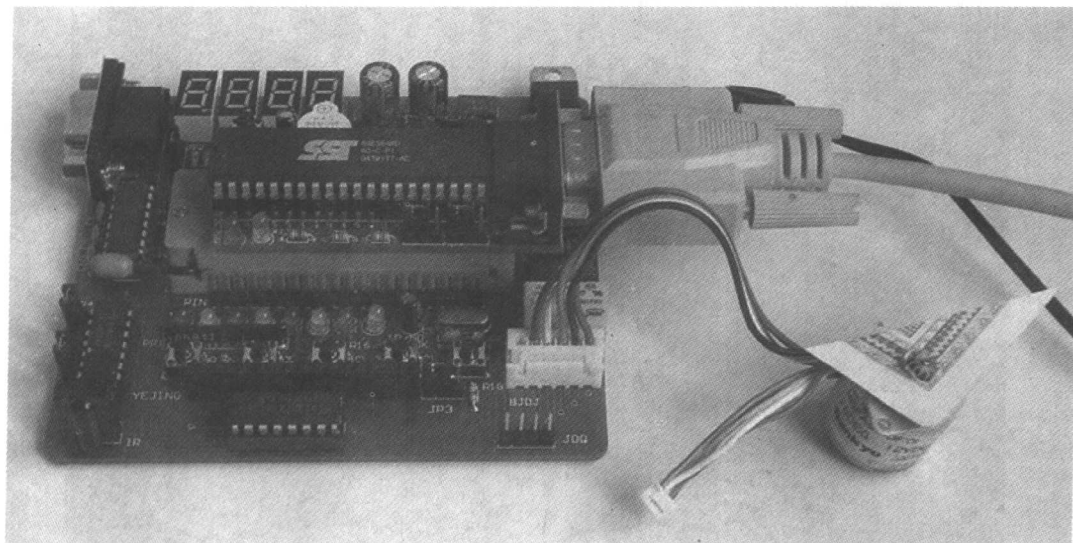

图 1-5 步进电动机控制实例
4) 应用实例之四：如图 1-5 所示，我们通过软件改变步进电动机各相电压，使其转动，并通过设置相应的延时值来达到调速的目的，步进电动机与传统玩具电动机有所不同，它是一种将电脉冲转化为角位移的执行机构。通俗一点讲：当步进驱动器接收到一个脉冲信号，它就驱动步进电动机按设定的方向转动一个固定的角度。你可以通过控制脉冲个数来控制角位移量，从而达到准确定位的目的；同时你可以通过控制脉冲频率来控制电动机转动的速度和加速度，从而达到调速的目的。步进电动机技术的应用也非常广泛，如打印机喷头的移动、安防系统中视频摄像头的转动等都是通过它来控制的。